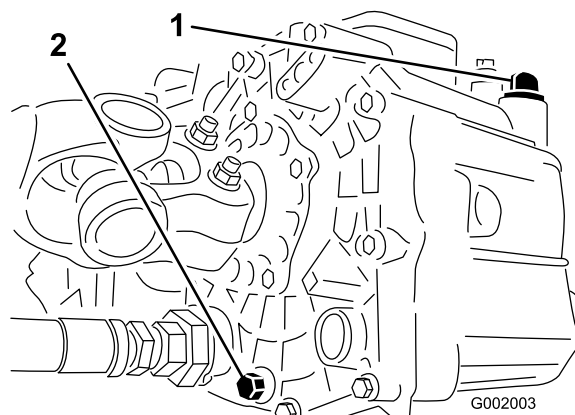

図 66
3. 油圧オイル・タンクの側面にあるドレン・バルブをゆるめ、流れ出すオイルを容器に受ける(図 66)。